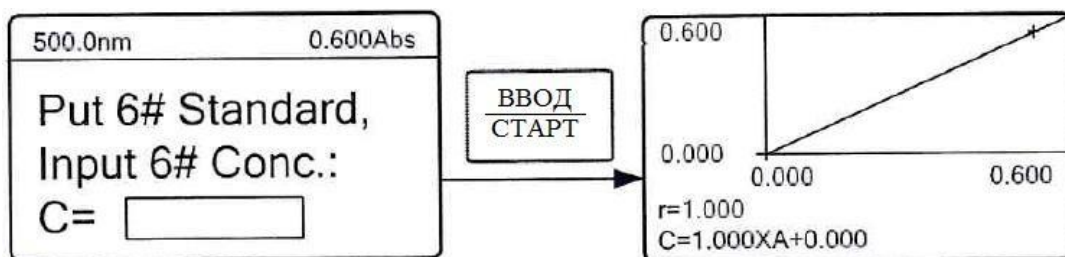

Рисунок 18. Градуировочный график
2.4.2.6. После того, как все значения стандартных растворов будут введены в память спектрофотометра, на дисплее прибора будет построен градуировочный график (Рисунок 18), кроме того, на дисплее будут отображены рассчитанные коэффициенты корреляции, а также приведено уравнение градуировочного графика. Градуировочный график будет автоматически сохранен в память прибора и в дальнейшем может быть загружен.